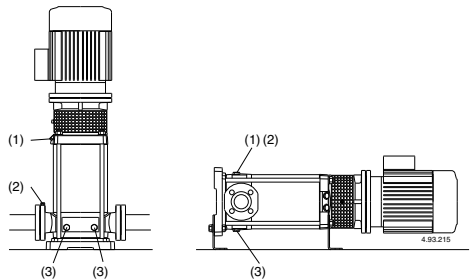

Abb. 3 (1) Auffüllung und Entlüftung:
Bei Installation der **Pumpe über dem Wasserspiegel** (Saugbetrieb, **Abb. 2A**) oder mit zur Öffnung des Rückschlagventils ungenügender Zulaufhöhe (weniger als 1 m) sind Saugleitung und Pumpe durch den Entlüftunganschluß (1) zu füllen (**Abb. 3**)
(2) Entlüftung Saugleitung
(3) Entleerung
Wenn der **Wasserspiegel auf der Saugseite oberhalb der Pumpe** ist (Zulaufbetrieb, **Abb. 2B**) Absperrschieber in der Zulaufleitung langsam und vollständig öffnen um die Pumpe zu füllen. Dabei Schieber in der Druckleitung und die Entlüftungsöffnungen (1) (2) (**Abb. 3**) öffnen, damit die Luft entweichen kann.
**Während dem Befüllen sind die Entlüftungsöffnungen (1) (2) nur dann offen zu lassen, wenn die austretende Flüssigkeit keine Gesundheitsgefährdung darstellt.**
Entlüftungsöffnungen (1) (2) schließen (Abb. 3).
Tritt ein Verlust der Wasserförderung (Unterbrechung des Förderflusses trotz offenen Absperrschiebern) bzw. eine vom Druckmaßgerät angezeigte Druckschwankung auf, ist die Entlüftung der Saugseite (2) zu wiederholen, sind die Anschlüsse der Saugleitung auf Dichtheit zu überprüfen und sind der Entlüftungs- (2) und die Entleerungs-Verschlußschrauben (3) auf der Saugseite anzuziehen (Abb. 3).
Die Pumpe sollte wie im Fall von zeitweiser Förderung von verschmutzten Flüssigkeiten im Anschluß kurz mit sauberem Wasser durchgespült werden, um Ablagerungen zu beseitigen. Oder es ist nach der Entleerung eine Wäsche vorzunehmen, indem sauberes Wasser (wenigstens 40 Liter) in die Auffüllöffnung (1) Druckseite gegeben wird und aus der Entleerungsöffnung (3) Saugseite austritt (Abb. 3).
Wird die Pumpe nicht eingesetzt, so muß sie bei Frostgefahr vollständig entleert werden. Beide Verschlußschrauben (14.12) abnehmen (Pos. 3, Abb. 3).
Vor der Demontage die Absperrorgane in der Zulauf- bzw. Saug- und der Druckleitung schließen und das Pumpengehäuse entleeren (Abb. 3).